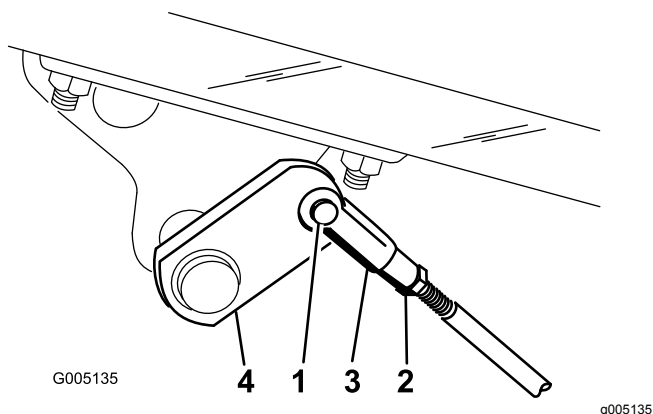

Figura 56
2. Se os travões não bloquearem de forma idêntica, desengate as barras dos travões, retirando o respetivo contrapino e passador de forquilha (Figura 56).
3. Liberte a porca de segurança e efetue o ajuste do passador de forquilha (Figura 56).
4. Monte o passador de forquilha no eixo do travão (Figura 56).